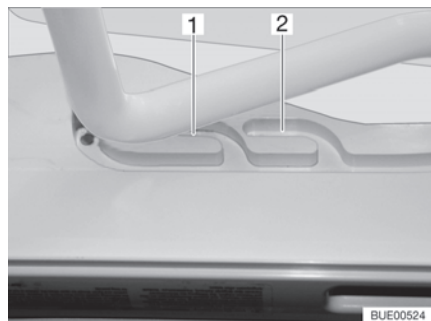
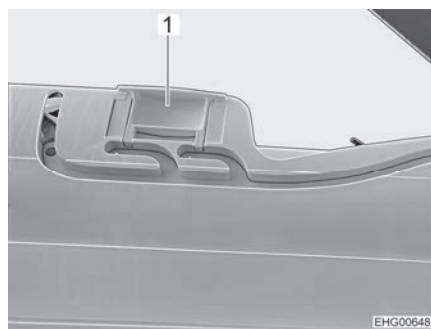

Fig. 43 Glissière (position de ventilation)
Fig. 44 Verrouillage (position de ventilation)
Il est possible d'amener le lanterneau Heki en deux positions de ventilation : Position pour mauvais temps (Fig. 43,1) et position intermédiaire (Fig. 43,2). Selon l'équipement, il est possible de verrouiller le lanterneau en position intermédiaire avec les deux verrous (Fig. 44,1) à gauche et à droite du cadre du lanterneau.
- Pousser légèrement l'étrier vers le haut, le pousser dans la glissière choisie (Fig. 43,1 ou 2) et le verrouiller si nécessaire.